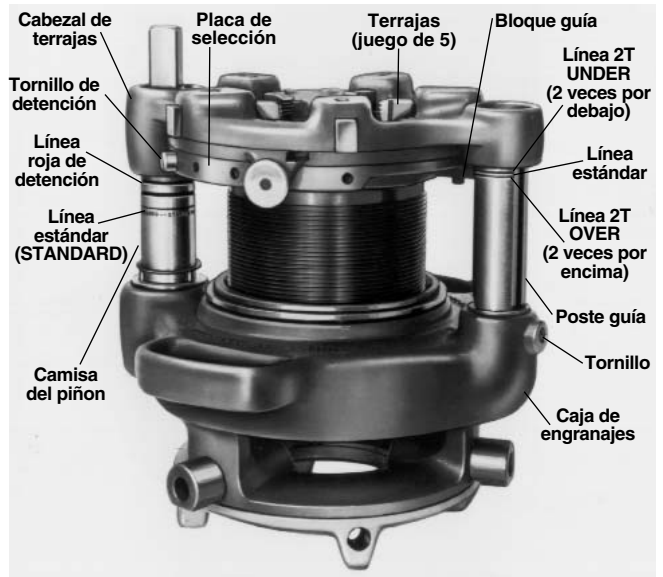

Figura 17 – Roscadora a Engranajes No. 141 con una barra de accionamiento No. 844 instalada (la Roscadora No. 161 es similar)
1. Saque el tornillo de agarre (*Figura 17*) de la placa de selección.
¡IMPORTANTE! Deje expuestas delante de las mordazas del mandril aproximadamente $\frac{3}{4}$ pulgada de las ranuras o muescas en forma de V (*Figura 17*) para contar con espacio para bañarlas con aceite.
5. Para las Nos. 141 y 161: Suelte el interruptor de pie cuando la línea roja de STOP (detener) aparece en la camisa del piñón (Figura 17).
¡IMPORTANTE! Deje expuestas delante de las mordazas del mandril aproximadamente $\frac{3}{4}$ pulgada de las ranuras o muescas en forma de V (Figura 17) para contar con espacio para bañarlas con aceite.